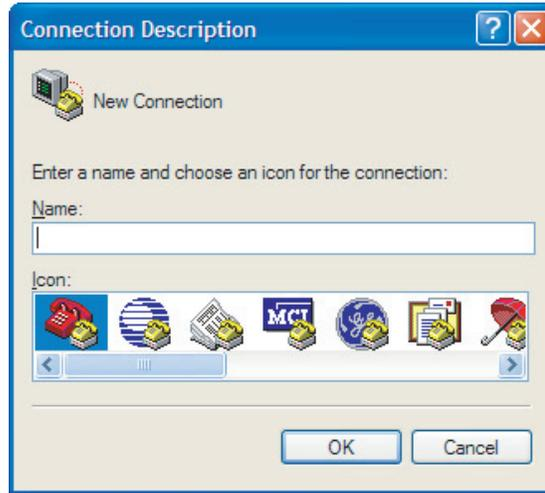

Figura 3-1 Ventana "Descripción de la conexión"
3. Una vez activado HyperTerminal aparece la ventana **Descripción de la conexión**, tal como se muestra en la Figura 3-1. Escriba un **nombre de archivo** (en el que se guardarán los ajustes de la sesión de configuración para su uso posterior) y haga clic en un icono. Haga clic en **Aceptar**.